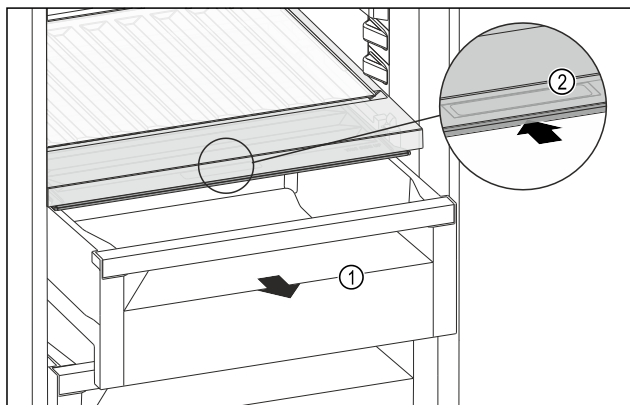

Fig. 110
- Wyciągnąć szufladę Fig. 110 (1).
- Chwycić uchwyt wpuszczany Fig. 110 (2) na pokrywie komory i przesunąć pokrywę jednocześnie do tyłu.